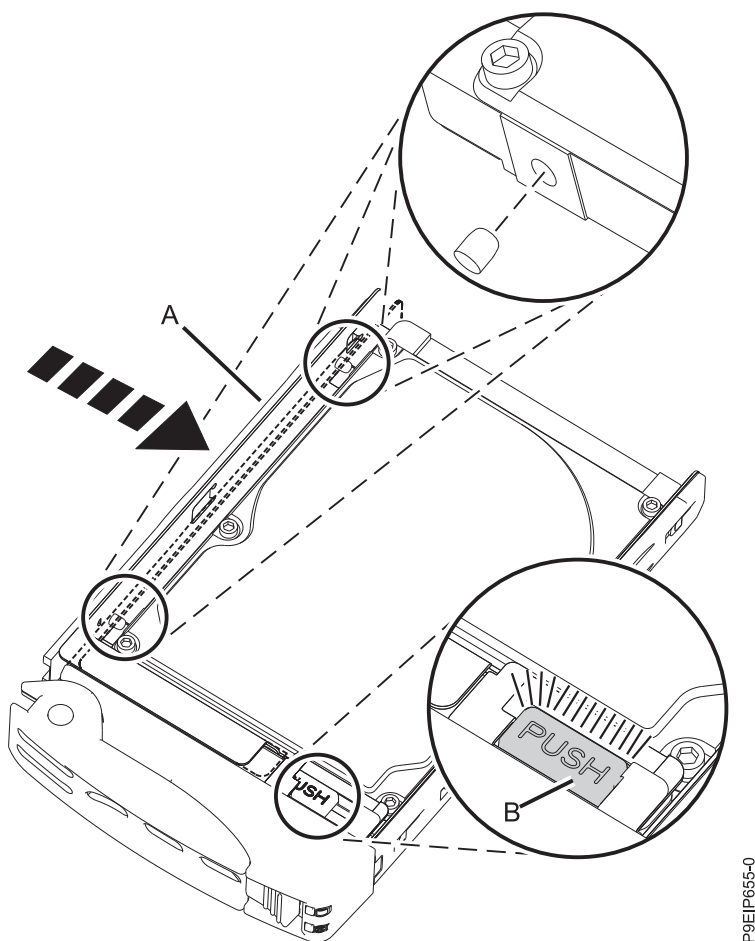

図 18. 背面ドライブ・トレイのクローズ
5. 位置合わせピンを確認する際には、ボタン **(B)** がカチッと音がして所定の位置に収まるまで、トレイのサイド **(A)** を一緒に押します (22 ページの図 18 を参照)。